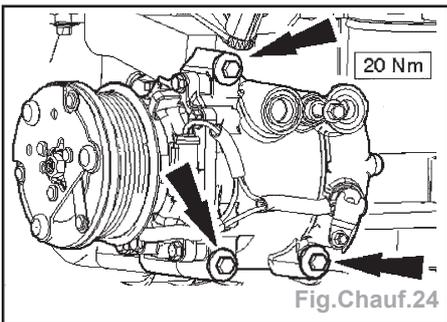

Fig.Chauf.24
- Déposer le compresseur de climatisation (Fig.Chauf.24).